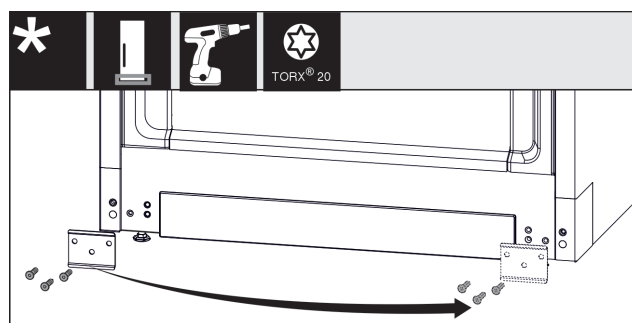

Fig. 12
- ▶ Odšroubujte plech, přesuňte jej na druhou stranu a přišroubujte jej zpět. *Fig. 12 (1)*